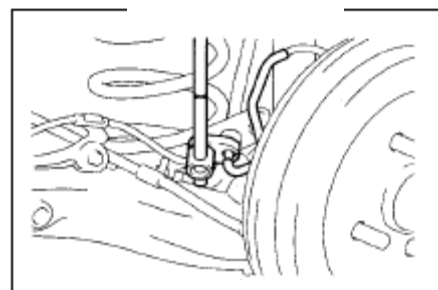

Рис. 211
(1) Установите клапан ограничения давления и правую заднюю тормозную трубку с помощью специального инструмента(рис. 211)